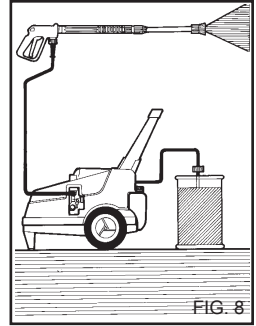

FIG. 8
4) После использования моющего средства сполосните под давлением контур подачи воды: включите насос на 1 минуту с полностью закрытым дозировочным краном. (fig. 8).